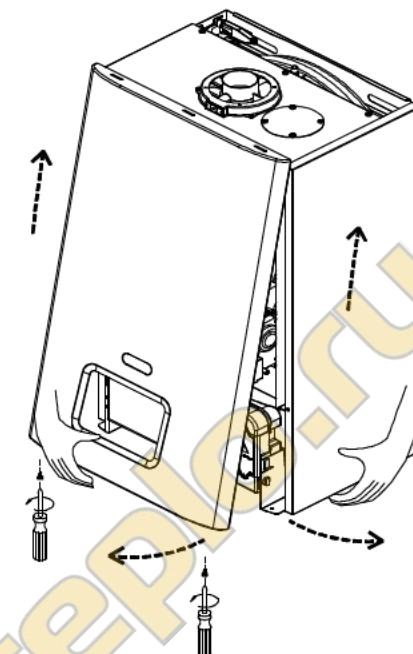

Рис. 1
- Открутите фиксирующие винты (см. рис. 1).
- Снимите переднюю панель (рис. 1).